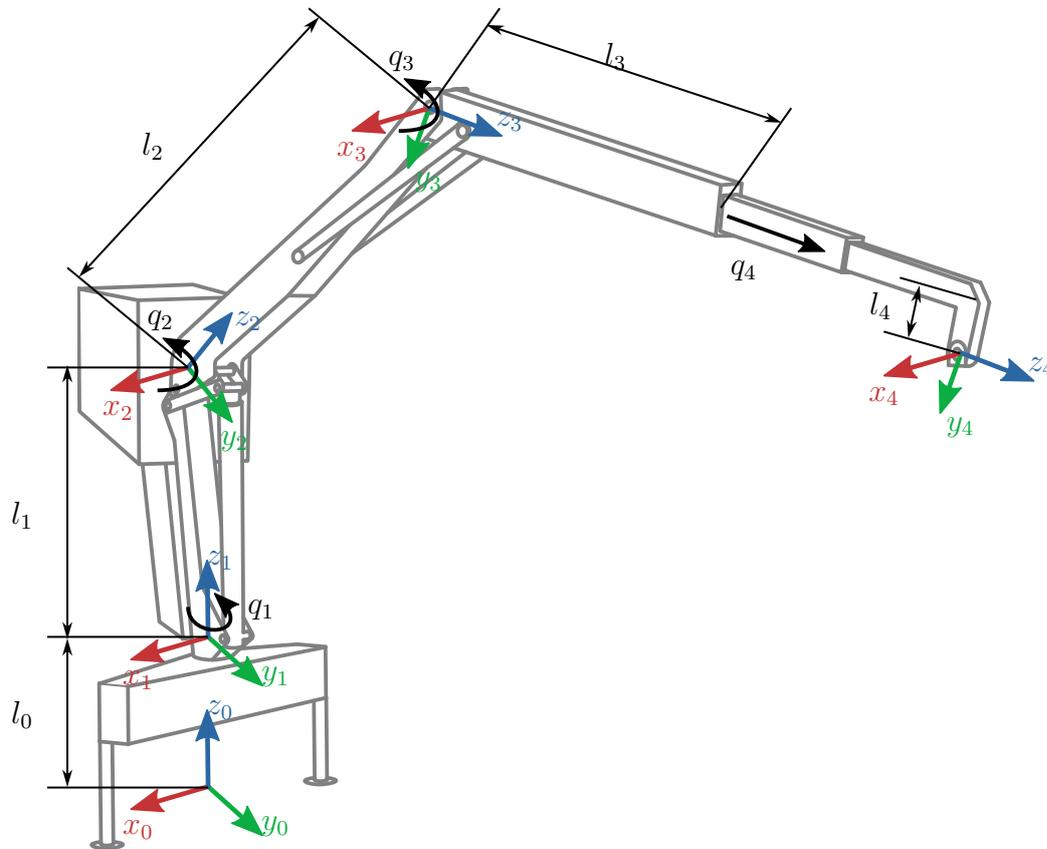

Abbildung 4: Großraummanipulator.
2. In Abbildung 4 ist ein Großraummanipulator dargestellt.